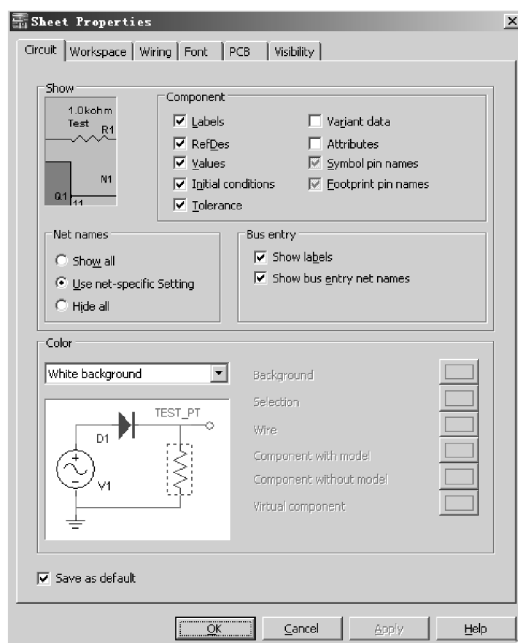

图 4-7 “Sheet Properties”对话框
执行菜单命令 Options \ Sheet Properties 或 Edit \ Preference，都会弹出如图4-7所示的“Sheet Properties”对话框。该对话框有6个标签页，每个标签页都有若干功能选项，用户可
(1) Circuit 标签页 (电路图形设置): Circuit 标签页如图 4-7 所示。该页对电路窗口内的电路图形进行设置,其各项的含义如下。